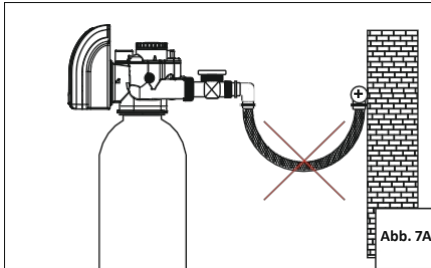
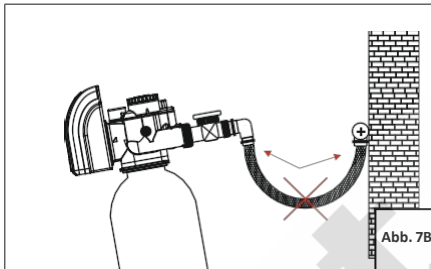

Abb. 7A
Abb. 7B
- Ein zu langer und nicht gespannter Schlauch übt Druck auf das Steuerventil und den Behälter aus. Wenn Druck in das System geleitet wird (siehe Abb. 6A, Abb. 6B, Abb. 7A und Abb. 7B). Die Abbildungen 6A und 6B zeigen eine Situation, in der kein Druck in das System geleitet wird. Die Abbildungen 7A und 7B zeigen eine Situation, in der Druck in das Gerät geleitet wird. Die Abbildung zeigt, wie ein unter Druck stehender flexibler Schlauch den Kopf und den Behälter beim Spannen anheben kann. Bei Verwendung von halbflexiblen Verbindungen ist die Situation noch gefährlicher.